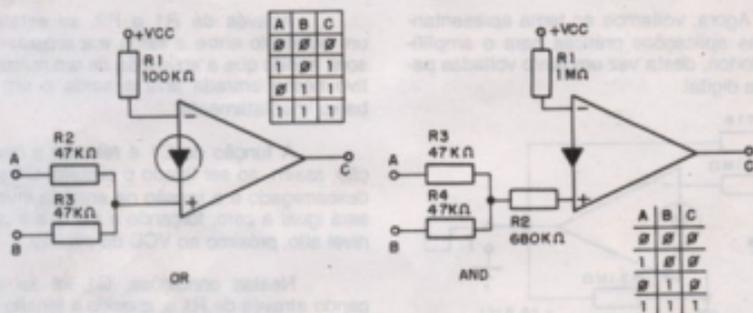

FIGURA 3
Na figura 3 ilustramos duas portas lógicas implementadas com amplificadores Norton, as portas OR (OU) e AND (E).